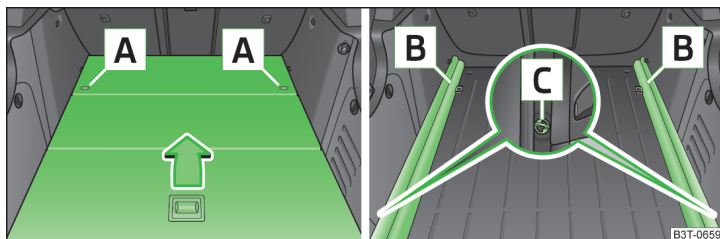

Fig. 112 Coffre à bagages : démontage du plancher de chargement variable/Démontage des glissières de support
- Déverrouillez le plancher de chargement variable en faisant tourner les œillets de fixation **A** » fig. 112 de 90° env. vers la gauche.